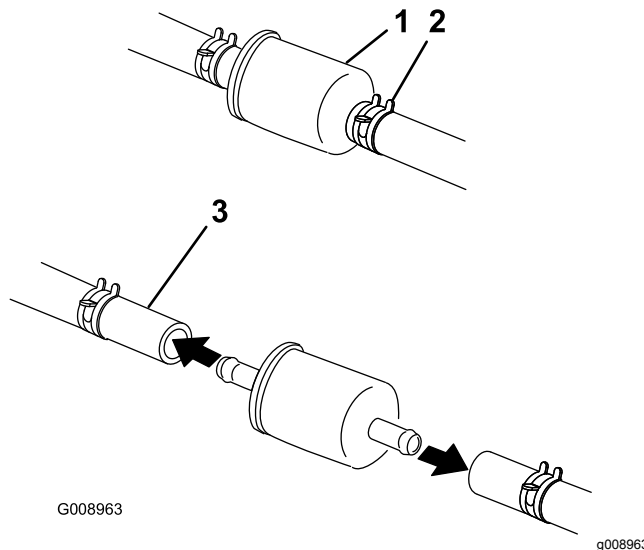

Figure 54
4. Fermez le robinet d'arrivée de carburant sous le siège (Figure 54).
5. Pincez les extrémités des colliers et éloignez les colliers du filtre (Figure 54).
7. Posez un filtre neuf et rapprochez les colliers de fixation du filtre (Figure 54).